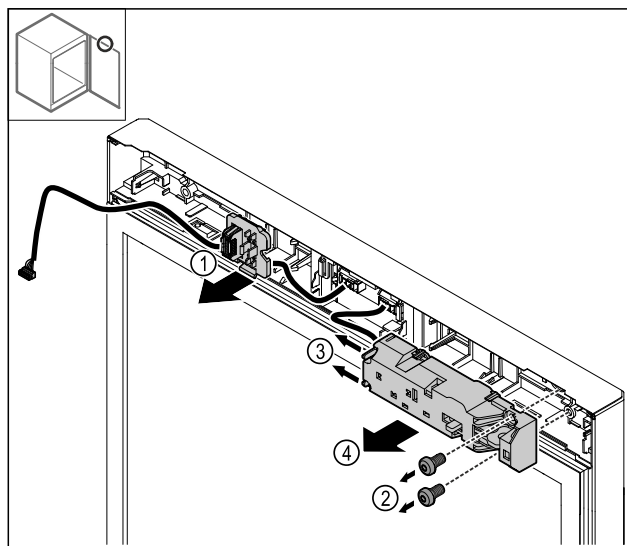

Fig. 27
- Haka loss kontakthållaren Fig. 27 (1).
- Ta bort skruvarna Fig. 27 (2).
- Tryck låsklackarna Fig. 27 (3) åt sidan och ta av det elektriska låset Fig. 27 (4).